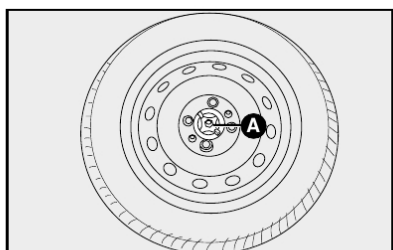

fig. 2
- Destarraxar o dispositivo de bloqueio **A-fig. 2**, retirar a roda sobressalente e o suporte das ferramentas.